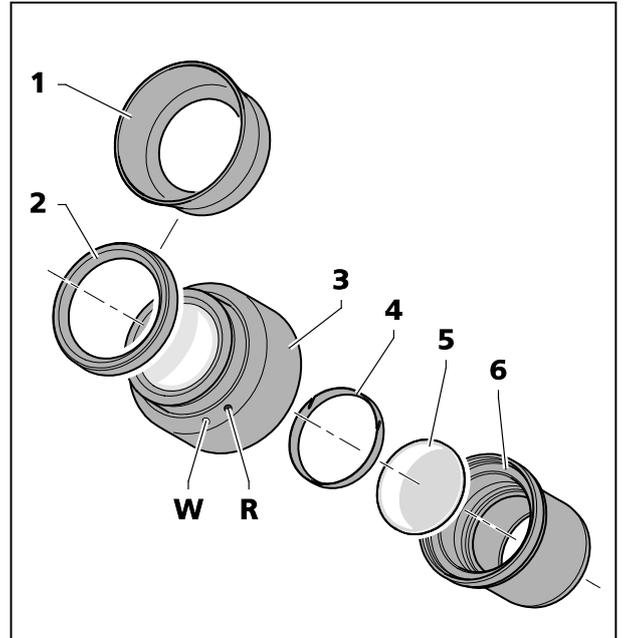

图 11 插入目镜板
目镜配备有橡胶材质的镜片保护环，以防止划坏镜片。也可以用可翻转眼杯(图 11/1)代替。
- 将镜片保护环(图 11/2)从目镜上取下，装上眼杯(图 11/1)。
- 将光圈件(图 11/6)从目镜(图 11/3)上取下来。
- 取下固定环(图 11/5)。
- 装上目镜板(图 11/4)。
由额外的玻璃光程造成的轻微图像位移，在屈光度计上的初始位置不是由白点(图 11/W)而是由红点(图 11/R)表示。